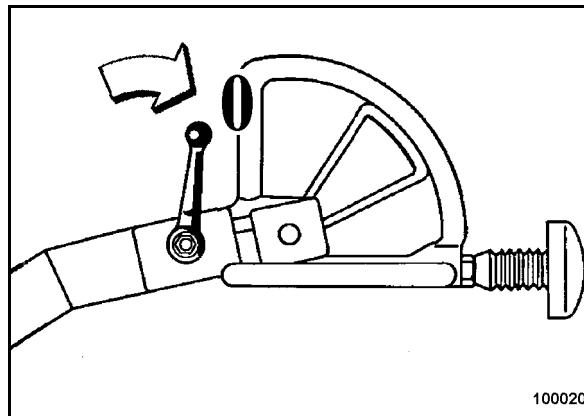

Fig. 18
- Colocar la palanca de vibración (Fig. 18) a posición "0".